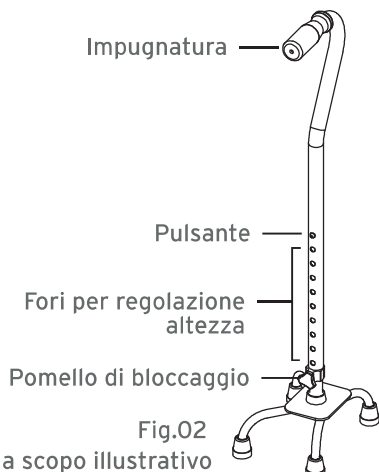

Fig.02
- Svitare il pomello di bloccaggio (Fig.02);